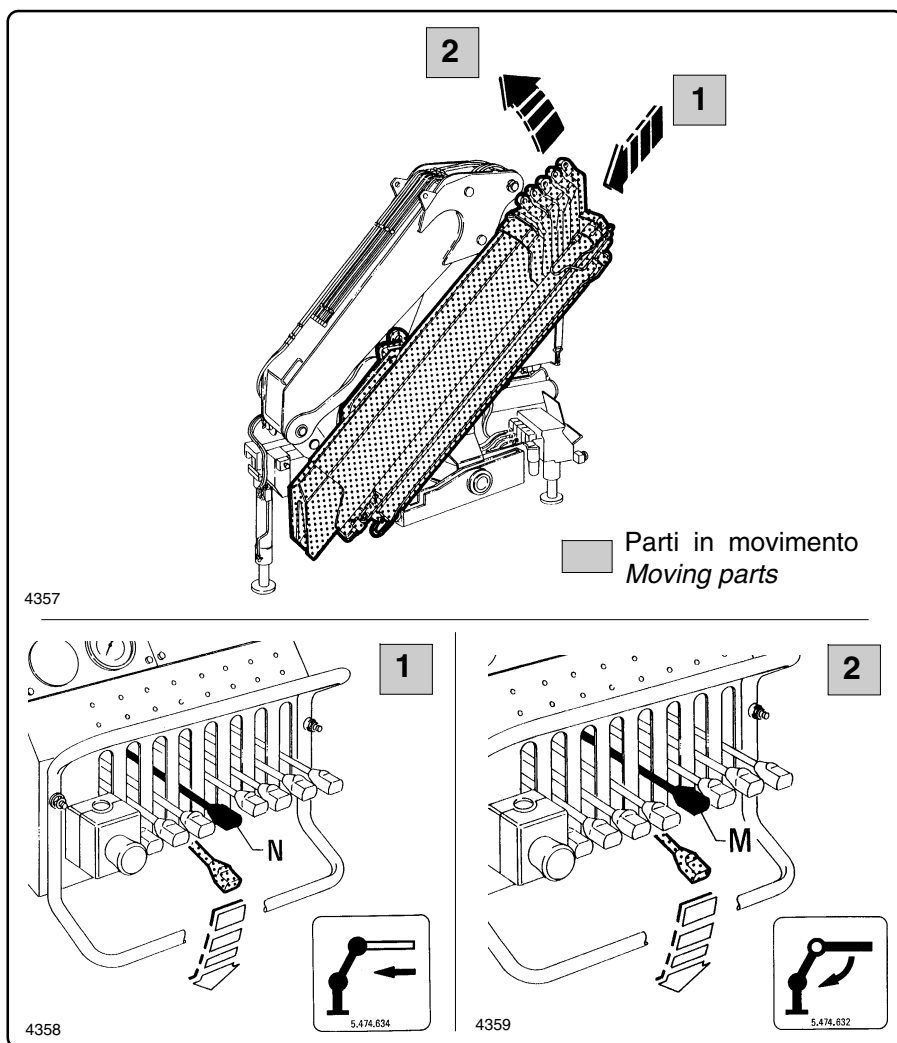

fig. 6.8.2
- 2** Azionare il comando del martinetto mensola in chiusura a fine corsa, agendo sulla leva "M" del distributore (fig. 6.8.2).
- 2** *Close completely the main boom cylinder, acting on the lever "M" of the control valve block (fig. 6.8.2).*